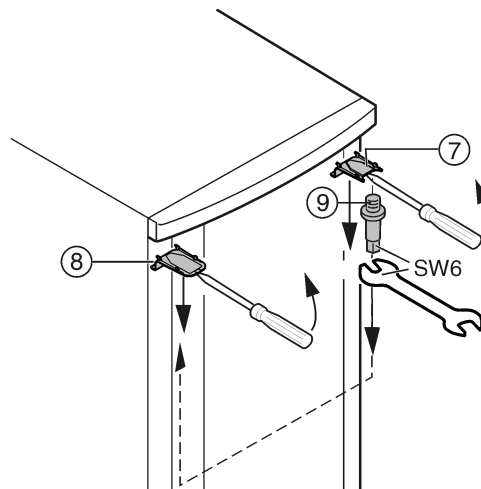

Fig. 7
- ▶ Horný kryt Fig. 7 (7) a kryt Fig. 7 (8) vylúpnite vpredu skrutkovačom a odoberte priečne smerom nadol.
- ▶ Ložiskový čap Fig. 7 (9) vyskrutkujte a na opačnej strane pevne (s ťahovacím momentom 4 Nm) zaskrutkujte.
- ▶ Kryt Fig. 7 (7) opätovne namontujte na strane čapu ložiska: vzadu nasadte, vpredu zaklapnite.
- ▶ Kryt Fig. 7 (8) namontujte na opačnú stranu: vzadu nasadte, vpredu zaklapnite.
- ▶ Dvere hore zaveste na ložiskový čap Fig. 7 (9).